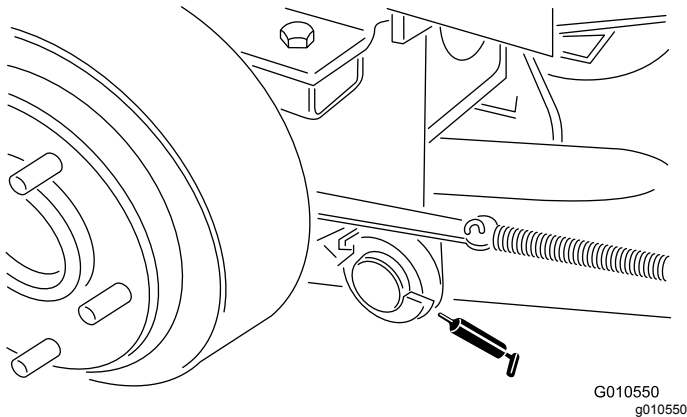

Bild 19
- Hubarmgelenke, hinten (2) (Bild 19)